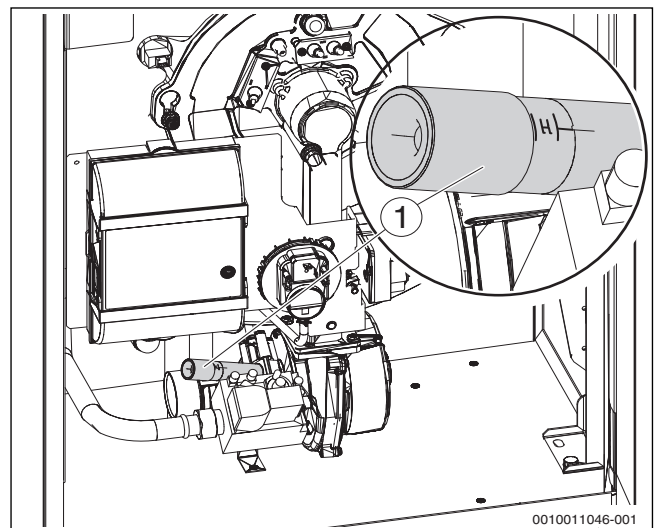

Bild 19 Gasarmatur, L/H Gasadapter
- ▶ L/H Gasadapter (→Bild 19 [1]) auf die vorhandene Gasart einstellen.